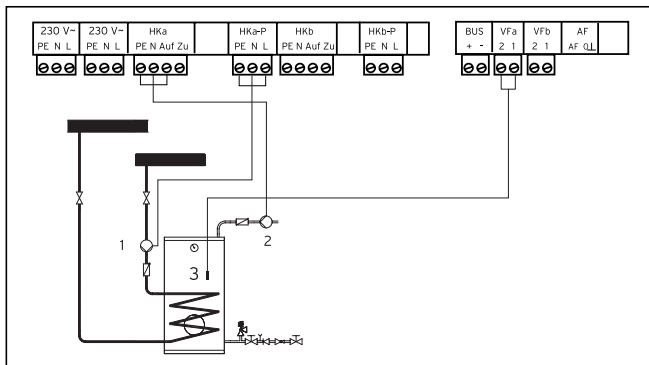

Fig. 4.2 Conectarea unui circuit de amestec ca circuit de încălzire a boilerului
- Executați cablarea conform Fig. 4.2.
#### Legendă la Fig. 4.2: